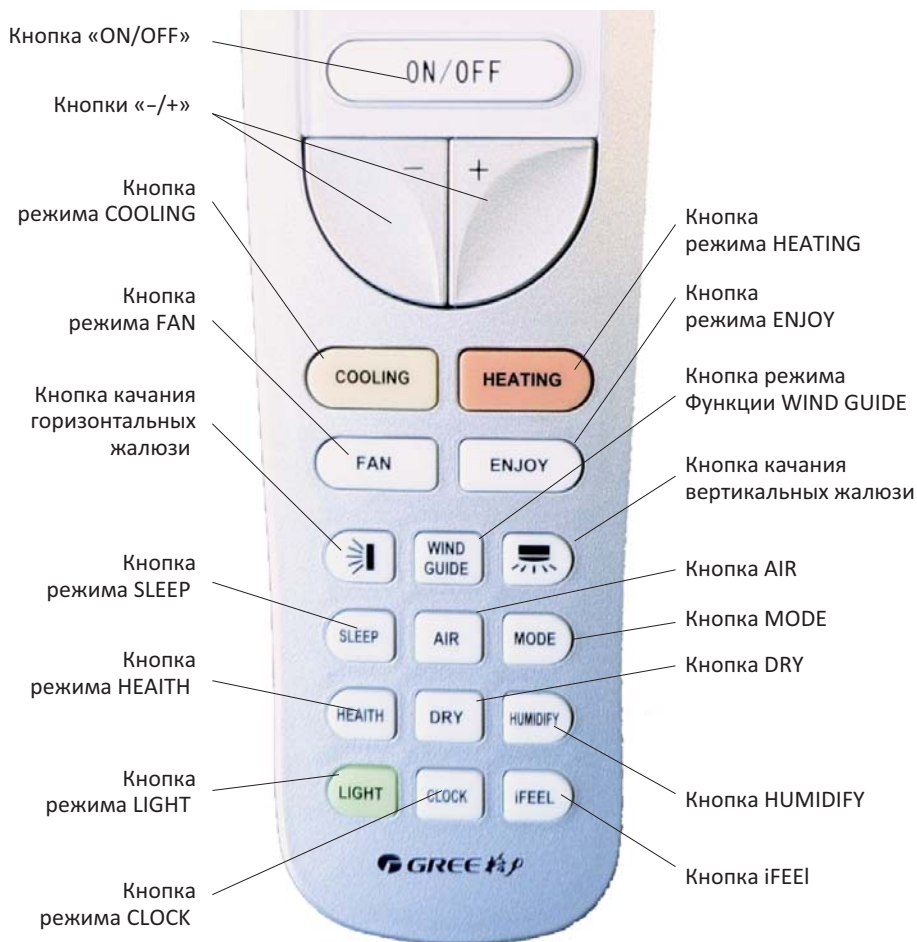
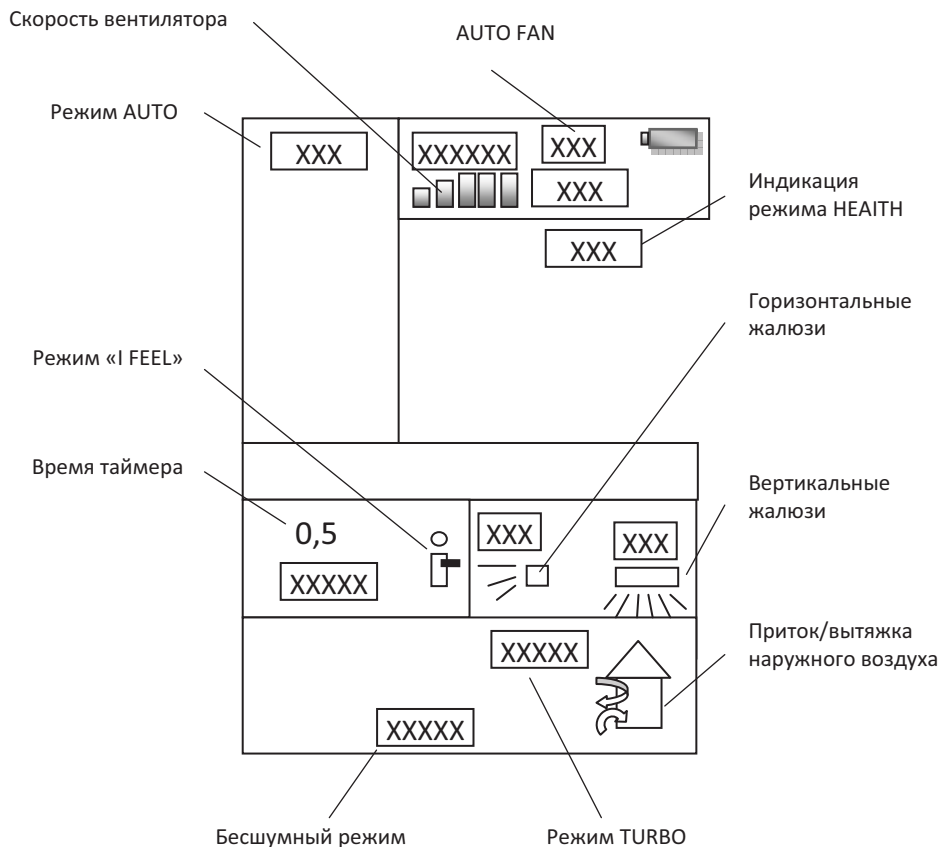

Рис. 5.3
Рис. 5.4
5.6.2 Кнопочная панель пульта управления (рис. 5.3).
• Кнопкой MODE (рис. 5.3) выберите автоматический режим работы. На ЖК-дисплее высветится символ в зоне индикации согласно рис. 5.4.
- Кнопками «+/-» (рис. 5.3) установите необходимую температуру в диапазоне от 16~30 °С. Точность поддержания заданной температуры $\pm 0,5$ °С. Каждое нажатие кнопок «+/-» увеличивает/ уменьшает значение температуры на 0,5 °С.
- Кнопками «+/-» (рис. 5.3) установите необходимую температуру.